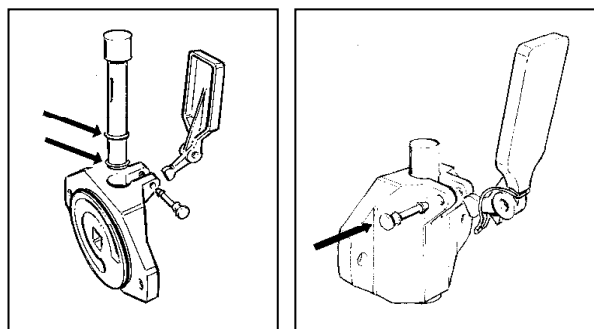

Fig. 20
- **D**opo aver rimontato le guarnizioni di tenuta sul pistone ed averle opportunamente lubrificate (fig.20), inserire lo stesso all'interno della sua sede nella flangia, montare la leva di erogazione insieme alla sua molla e ripristinare il loro collegamento con il perno di fissaggio (fig.20).